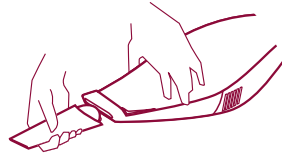

Fig. 7
- Zum Saugen von Staub und festen Materialien in Fugen ist die Saugdüse E aufzusetzen. (fig. 7)